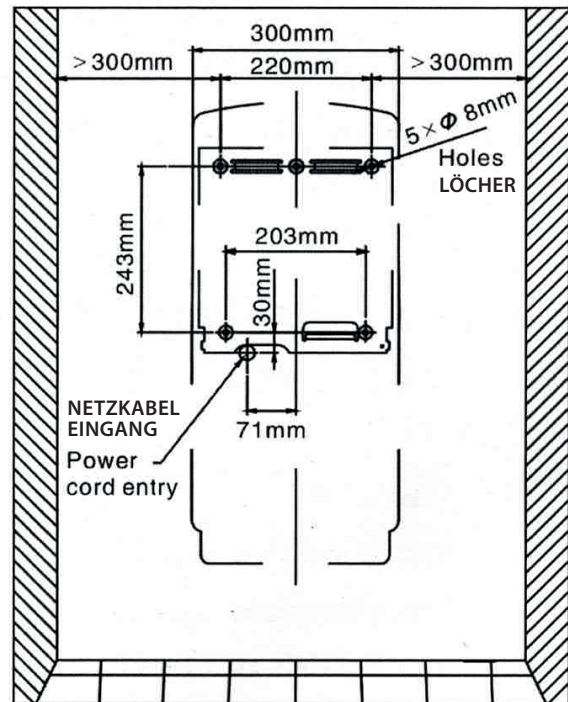

fig.3
2. Legen Sie die Schablone in gewünschter Höhe an die Wand (siehe EMPFEHLTE MONTAGEHÖHE) und markieren Sie die Positionen von 5 Montagelöchern und den Netzkabeleingang an der Aussparung (siehe Abb.3).
2. Place template against wall at desired height (see RECOMMENDED MOUNTING HEIGHTS) and mark locations of 5 mounting holes and power cord entry at knockout location (see fig.3).